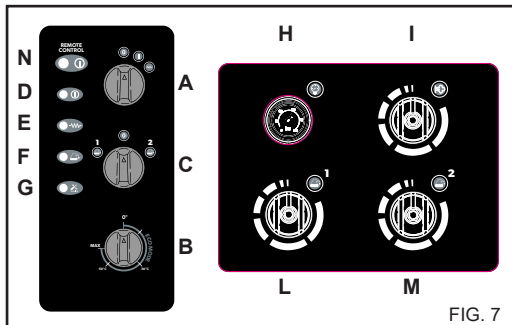

FIG. 7
2) Accione a máquina de jacto de água a alta pressão, selecione através do selector C) fig. 7 o tipo de produto a utilizar ("1" ou "2") e abra a respectiva torneira do detergente, ref. L) para o produto n.º "1" ou ref. M) para o produto "2" (fig. 7), rodando o botão no sentido contrário ao dos ponteiros do relógio. Pulverize a superfície a lavar, de baixo para cima. Deixe actuar durante alguns minutos.
3) Coloque o selector do produto detergente C) fig. 7 na pos. "0". Feche as torneiras de regulação, rodando os botões no sentido dos ponteiros do relógio.